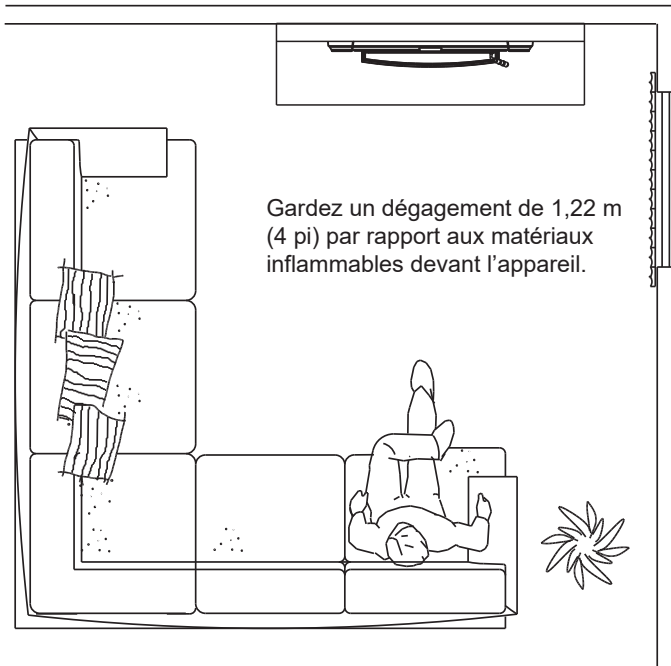

Figure 18.1
- Ne placez AUCUN objet inflammable à moins de 1,2 m (4 pi) devant l'appareil. Voir la **Figure 18.1**.